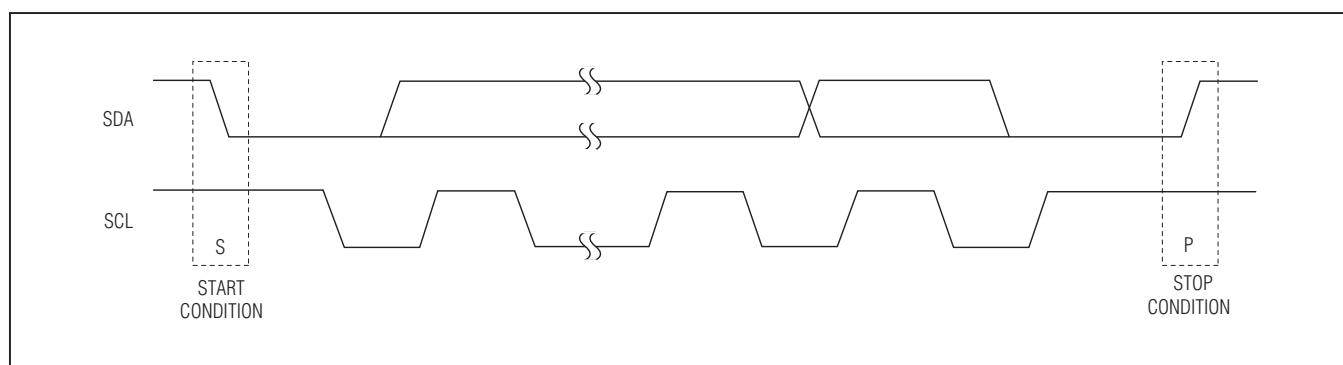

图3. START和STOP条件
每次传输由主机发出START (S)条件(图3)，然后发送MAX7360的7位从地址和R/W位、一个寄存器地址字节、1个或多个数据字节，最后是STOP (P)条件。